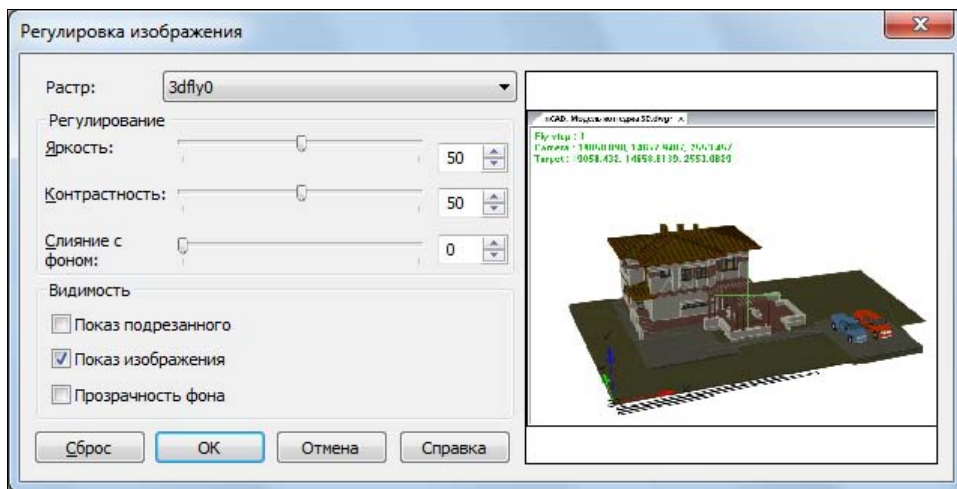

Рис. 10.3. Окно Регулировка изображения
- ◆ **Регулировка растра** — регулировка изображения с помощью параметров яркости, контрастности и слияния с фоном в диалоговом окне **Регулировка изображения** (рис. 10.3). По сравнению с аналогичным окном AutoCAD добавлены три параметра управления видимостью.